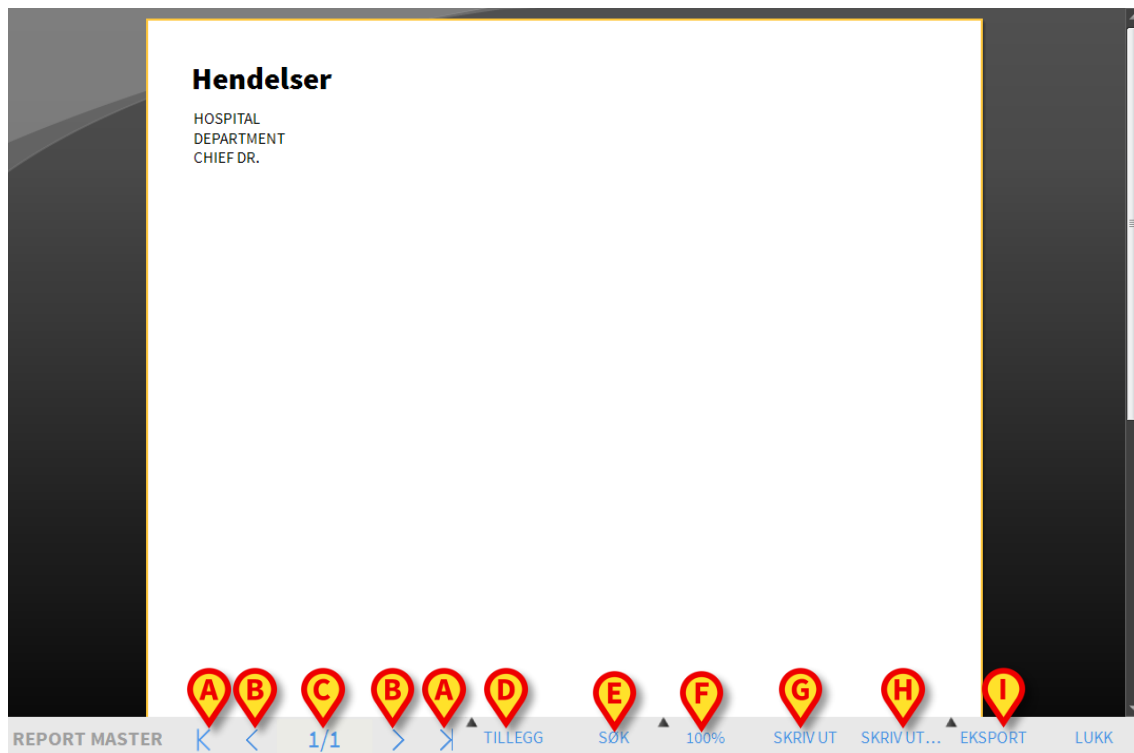
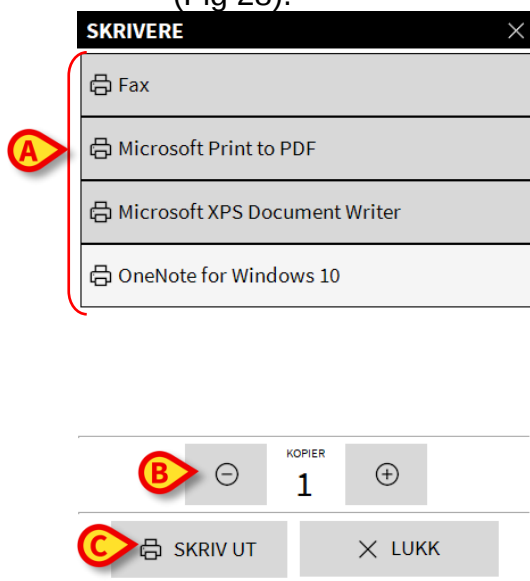

Fig 22
Fig 28
En forhåndsvisning av det valgte dokumentet åpnes (Fig 22 viser et eksempel).
H - Bruk **Skriv ut...**-knappen for å vise vinduet med utskriftsvalg (Fig 28).
I - Bruk **Eksporter**-knappen (Fig 22 I) for å eksportere dokumentinnholdet til ulike filtyper.
Tillegg-knappen (Fig 22 D) aktiverer mulige valg for utskriftsstyring. For å vise de tilgjengelige valgene:
Søk-knappen (Fig 22 E) brukes for å søke i utskriftsrapporten som vises. For å søke i utskriftsrapporten:
Zoom-knappen (hvor **100 %** størrelsen vises som standard – Fig 22 F) er en zoom-funksjon som gjør det mulig å endre visningsstørrelse og -modus.
- Klikk på **Skriv ut...**-knappen (Fig 22 H) for å vise vinduet med utskriftsvalg (Fig 28).
- Klikk på ønsket valg i menyen for å velge skriveren (Fig 28 **A**).
- Bruk -knappen (en kopi mer) og -knappen (en kopi mindre) for å angi antall kopier (Fig 28 **B**).
- Klikk på **Skriv ut**-knappen (Fig 28 **C**) for å skrive ut rapporten.
Eksporter-knappen (Fig 22 **I**) gjør det mulig å eksportere det viste dokumentinnholdet til ulike filtyper.